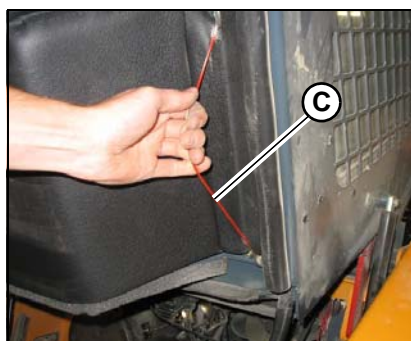

Figura 89 – Libertação do mecanismo de bloqueio da estrutura ROPS/FOPS
- Levante a estrutura ROPS/FOPS ligeiramente ao mesmo tempo que puxa o cabo de libertação do mecanismo de bloqueio (C, Figura 89) para a frente.